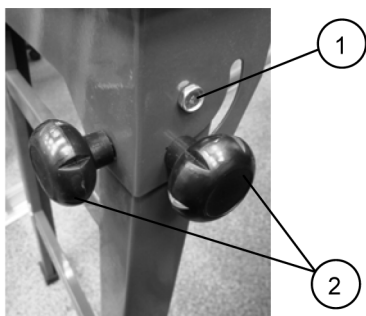

Рис. 2
2. Прикрутите опорные стойки к плиткорезу, используя болты (Рис. 2, поз. 1). В этом положении стойки могут складываться для транспортировки и хранения.
3. Зафиксируйте опорные стойки в рабочем положении с помощью винтов фиксации опорных стоек (Рис. 2, поз. 2);